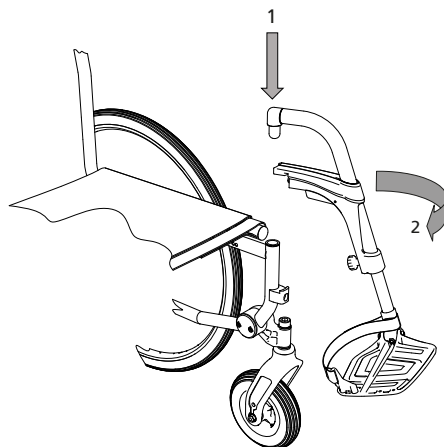

Abb.9
1. Hängen Sie die Beinstütze von oben in die Führung am Rollstuhl ein (1, Abb. 9). Die Beinstütze muss dabei zur Seite zeigen.
2. Schwenken Sie die Beinstütze nach vorn (2, Abb. 9). Die Beinstütze muss hörbar und spürbar einrasten.